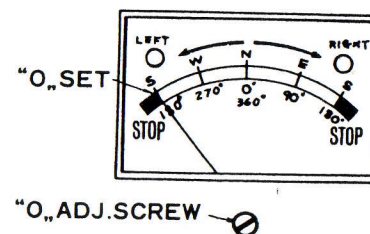

Fig.4
- 1) Tourner le rotator jusqu'en butée anti-horaire (à gauche). L'aiguille doit indiquer la position "S" à l'extrême gauche du cadran. Sinon le rotator étant sous tension, ajuster la vis de réglage du "ZERO" pour aligner l'aiguille avec la position "S" de gauche (figure 4).